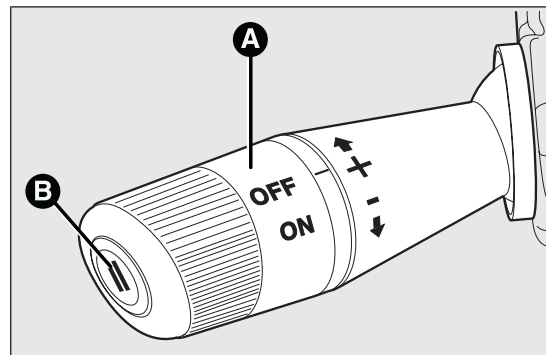

fig. 40
- ☐ ruotare la ghiera A fig. 40 su ON e premendo il pedale dell'acceleratore portare il veicolo alla velocità desiderata;
- ☐ premere il pulsante B fig. 40.
- ☐ premendo il pulsante B fig. 40 quando il dispositivo sta regolando la velocità (per versioni/mercati, dove previsto);
- ☐ premendo il pedale dell'acceleratore; in questo caso il sistema non viene disattivato effettivamente ma la richiesta di accelerazione ha precedenza sul sistema; il cruise control rimane comunque attivo, senza necessità di premere il pulsante B fig. 40 per ritornare alle condizioni precedenti una volta conclusa l'accelerazione.